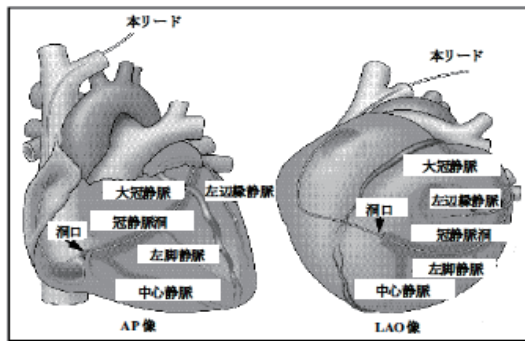

図3：冠状静脈系の前後（AP）像および左前斜位（LAO）像
- (1) ガイドワイヤを冠状静脈洞口へ挿入し(5 cm程度)、ガイドワイヤを安定させる。
- (2) 患者の冠状静脈走行を確認するため、静脈造影を行う(図3参照)。